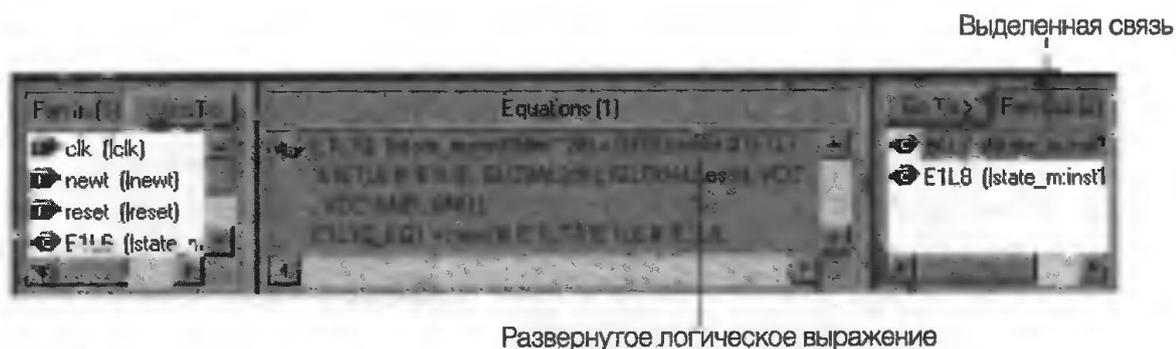

Рис. 3.44
- для раскрытия содержания термина щелкните левой кнопкой мыши на первом, помеченном синим цветом, терме выражения из списка **Equations** (рис. 3.44).